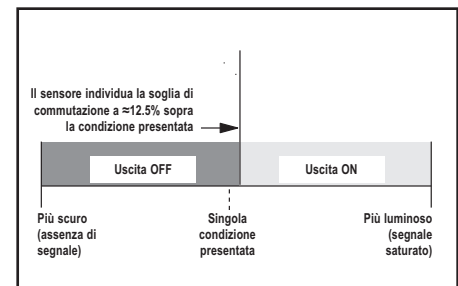

Figura 6. SET buio (in figura, modalità luce)
- Posiziona una soglia a circa il 12,5% al di sopra della condizione presentata (vedere la Figura 6)